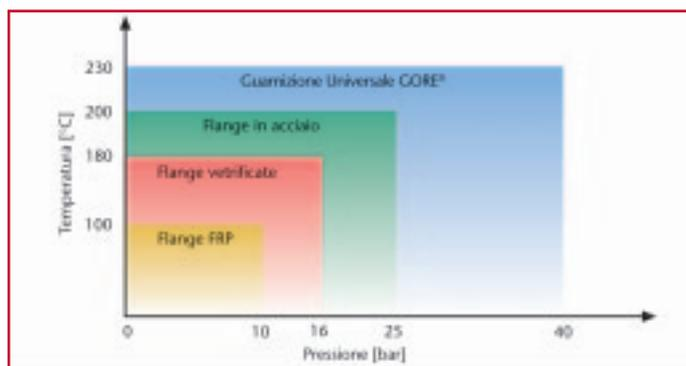

Fig. 1. Aree di applicazione su apparecchiature standard.
- possiede un'elevata resistenza chimica (anche con sostanze aggressive) estendendo la durata in esercizio. Il 95% dei processi chimici lavora a temperature fino a 200 °C e pressioni fino a 25 bar; in tali condizioni di esercizio la guarnizione universale offre alte performance e un'ampia gamma di applicazioni (Fig. 1);